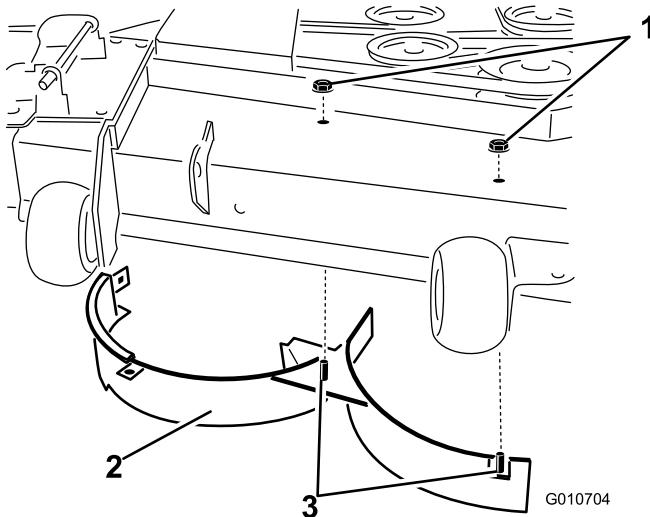

Figure 19
11. Retirez les 2 contre-écrous (5/16") qui fixent les montants soudés du déflecteur droit sur le dessus du plateau de coupe, au centre et à droite du centre (Figure 19).
- 12. Retirez le boulon de carrosserie et le contre-écrou qui fixent le déflecteur droit au sommet du plateau de coupe puis déposez le déflecteur (Figure 19).